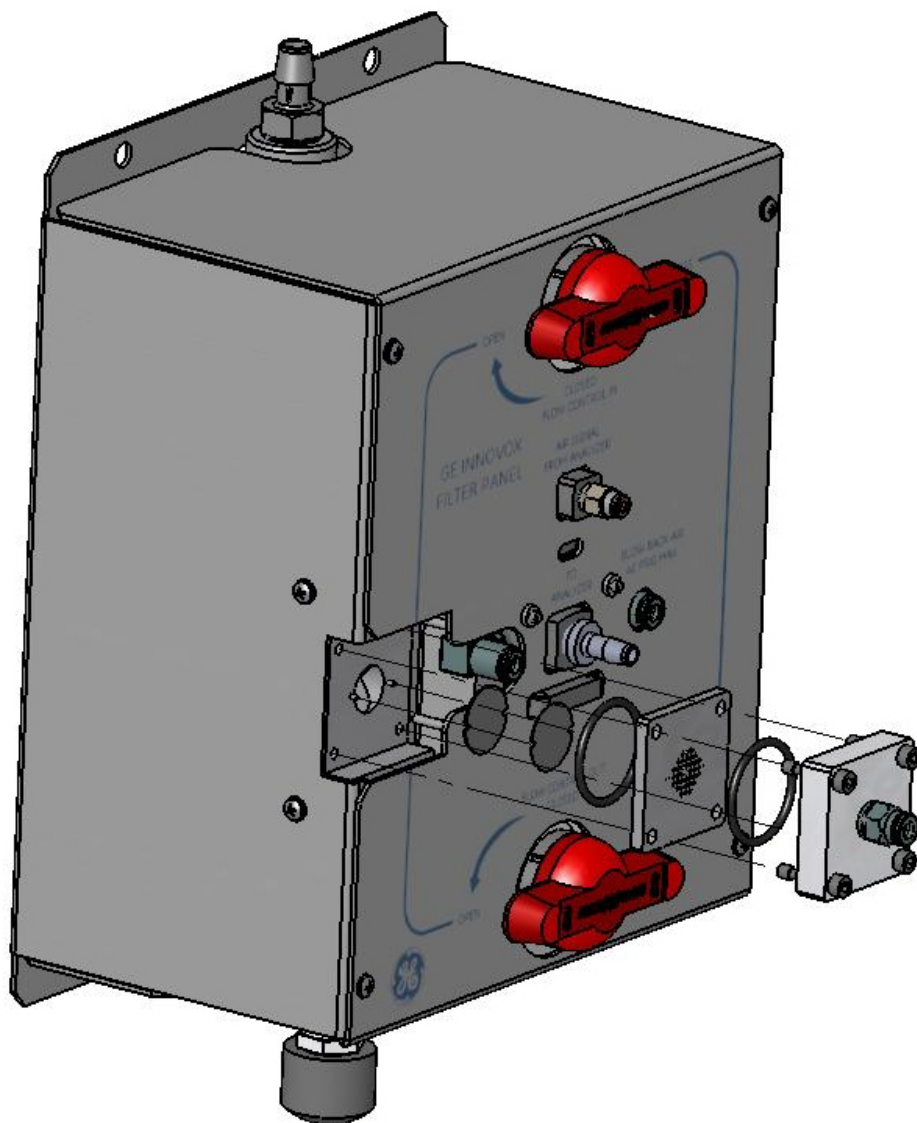

Abbildung 5. Filtergehäuse und -siebe
5. Lösen Sie die vier unverlierbaren Schrauben am Filtergehäuse und entfernen Sie Abdeckung und Diffusionsplatte (siehe Abbildung 5).
5. Lösen Sie die vier unverlierbaren Schrauben am Filtergehäuse und entfernen Sie Abdeckung und Diffusionsplatte (siehe Abbildung 5 auf Seite 40).